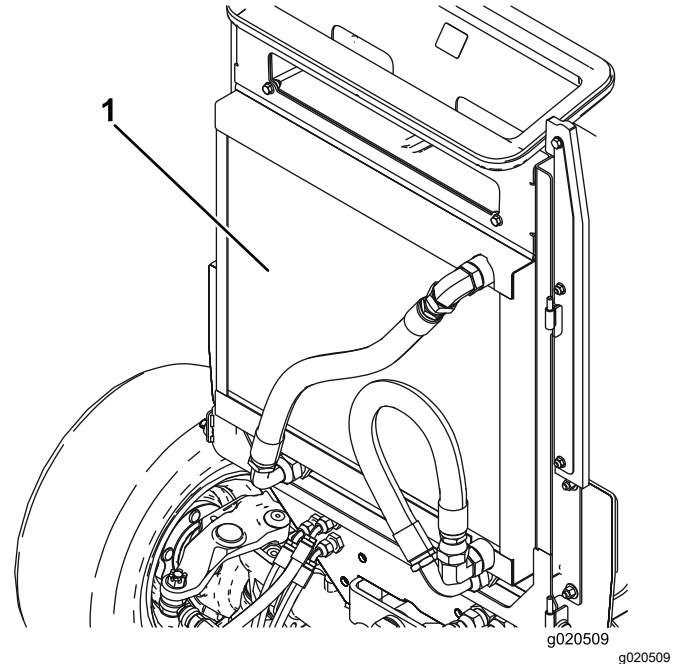

Figura 118
5. Limpe a fondo ambos lados del enfriador de aceite y del radiador con aire comprimido (Figura 118).